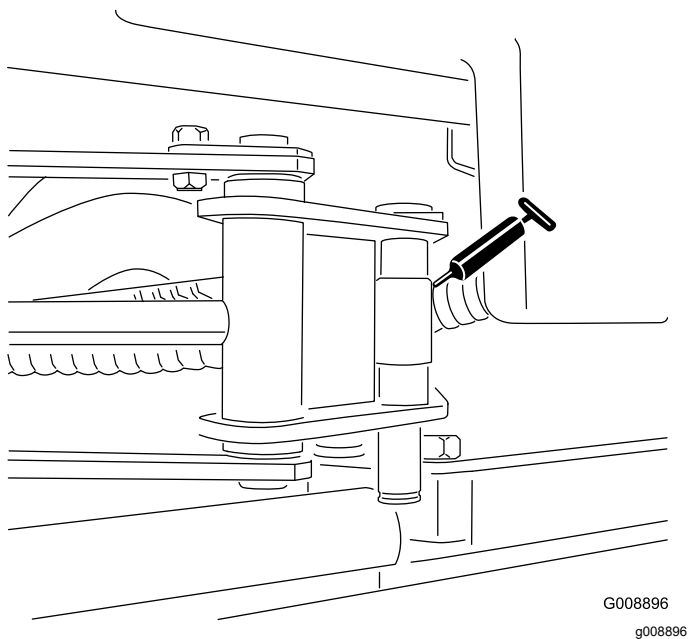

Figura 47
- Estremità del cilindro SideWinder (2; solo modello 03171) (Figura 47)